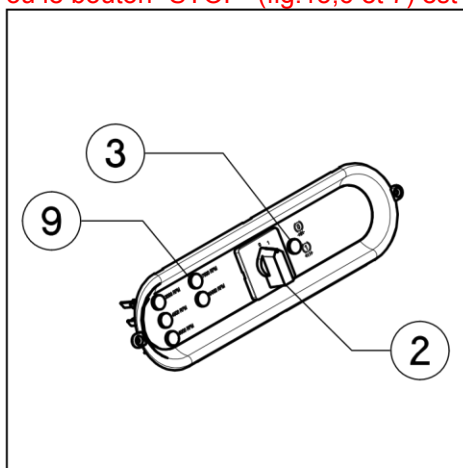
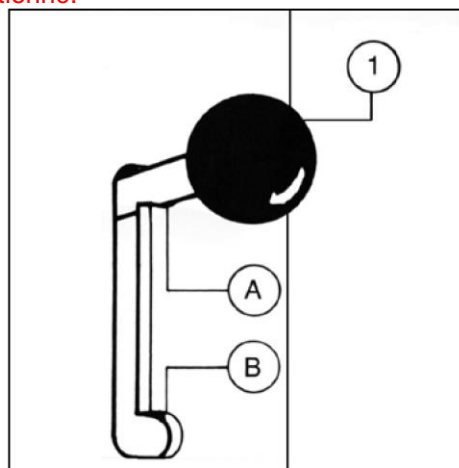
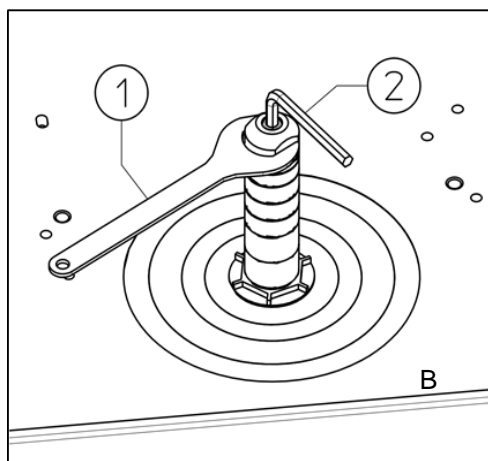

Fig.15
Fig.16
Fig.28
Il est également impossible de faire démarrer la machine quand le blocage de l'arbre (voir fig.16) est engagé. L'affichage des vitesses s'effectue par les voyants lumineux (fig 7.9)
- Mettre l'interrupteur de défreinage (fig.15,2) dans la position "1" afin de libérer l'arbre toupie du moteur-frein.
- Ensuite pousser la poignée (fig.16,1) vers le bas afin de l'introduire dans la gorge d'arrêt située sur la bâti (B).
- Pour remettre la machine en état de démarrage, veillez à ce que le verrou se trouve dans la position haute (fig.16,A) et que l'interrupteur de défreinage se trouve dans la position "0" (fig.15,2).
La machine est équipée d'un moteur-frein qui s'entraîne automatiquement du moment que l'arrêt d'urgence ou le bouton "STOP" (fig.15,6 et 7) est actionné.
La mise en place des arbres interchangeables doit s'effectuer en propreté et avec les plus grands soins. Il est indispensable de nettoyer les arbres et le cône avec un chiffon propre et de les huiler légèrement avant de les mettre en place. Le changement se fait de manière suivante : afin de pouvoir tourner l'arbre à la main pour le faire enclencher dans le verrou de l'arbre, mettre l'interrupteur 2 (fig.15) dans la position "1" et mettre la poignée (1) (fig.28) dans la position "B", ensuite tourner l'arbre à la main pour le faire enclencher dans son verrou.
Il est indispensable d'attendre l'arrêt complet de l'arbre porte-outils avant d'enclencher le levier de verrouillage (fig. 28). Dans la position A l'arbre est libre, dans la position B l'arbre est verrouillé.
Avant de démarrer la machine, mettre l'interrupteur de défreinage (2) (fig.15) dans la position "0", mettre la poignée (fig.16,1) dans la position "A" et s'assurer que l'arbre tourne librement.
- En plus, il y a un interrupteur de position pour la détection de la vitesse limitée à 3000 RPM lors du tenonage, qui se trouve sur la fourchette d'affichage des vitesses (fig.28).
- Dans le cas où aucun des 2 protecteurs (guide et travail à l'arbre) est mis sur la table, donc pour faire des travaux de tenonage, il est indispensable de mettre la courroie dans la gorge correspondante à la vitesse de 3000 RPM, et de mettre le levier (fig.28,2) sur la position 3000 RPM pour pouvoir démarrer la machine.